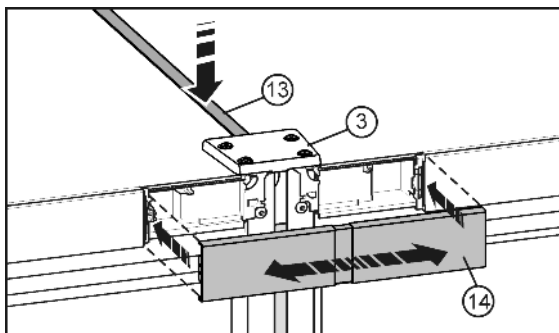

Fig. 10
- Na hornej strane krátku lištu Fig. 10 (13) zatlačte do medzery. Lišta musí na prednej hrane lícovať so spojovacou doskou Fig. 10 (3).
- Kryt Fig. 10 (14) priklopnite na ešte otvorený medzipriestor oboch záslepiek ovládacej časti. Dbajte pri tom na to, aby vonkajšie strany krytu lícovali so záslepkami ovládacej časti. Na tento účel je možné kryt vytiahnuť.